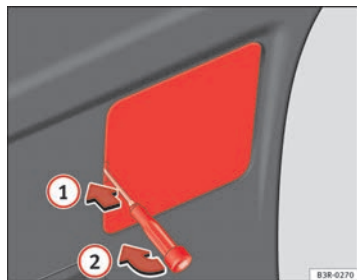

Fig. 234 Rimuovere la copertura del rivestimento del portellone
- Infilare il cacciavite nell'incavo della copertura ⇒ fig. 234 ① e sollevare quest'ultima facendo leva ②.